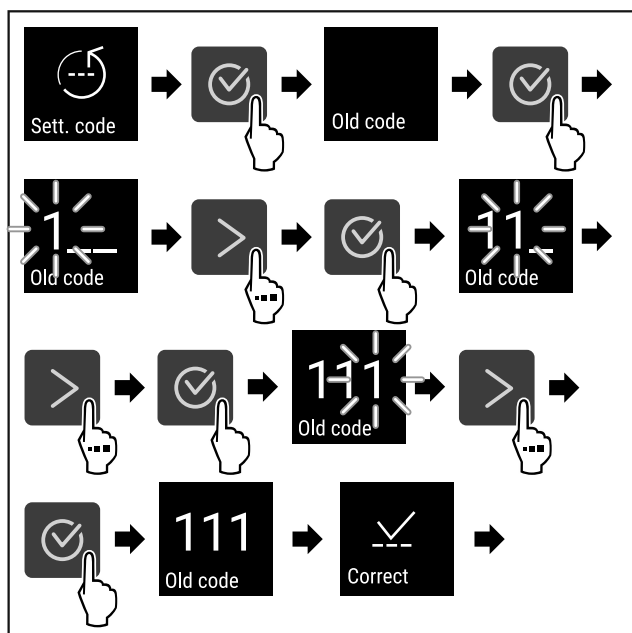

Fig. 72
- ▶ Suivre les étapes (voir Fig. 72).